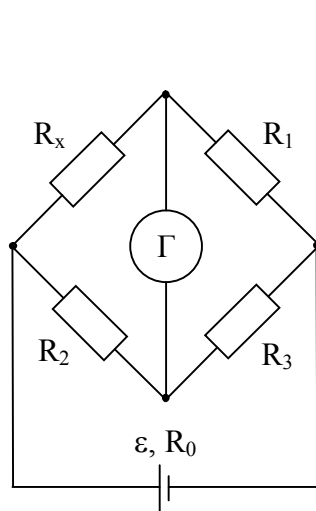

Рис. 1.
15. Определить значение сопротивления резистора R_x , включенного в плечо моста (рис. 1), если в уравновешенном состоянии сопротивления других плеч моста составляют: $R_1 = 100 \text{ Ом}$, $R_2 = 524 \text{ Ом}$, $R_3 = 2000 \text{ Ом}$.